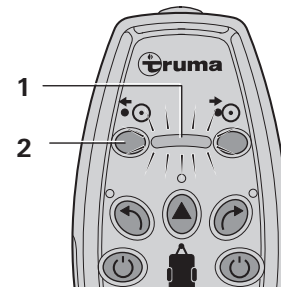

Figura 7
- Premere il tasto (figura 7 - 2) sul telecomando per circa 5 secondi e quindi rilasciarlo. Il rullo di trasmissione arretra. Dopo che il rullo di trasmissione è arretrato al massimo, al termine del processo avanza nuovamente di qualche millimetro per scaricare le parti meccaniche. Attendere la conclusione di questo processo. Durante il processo, la spia (figura 7 -1) lampeggia.